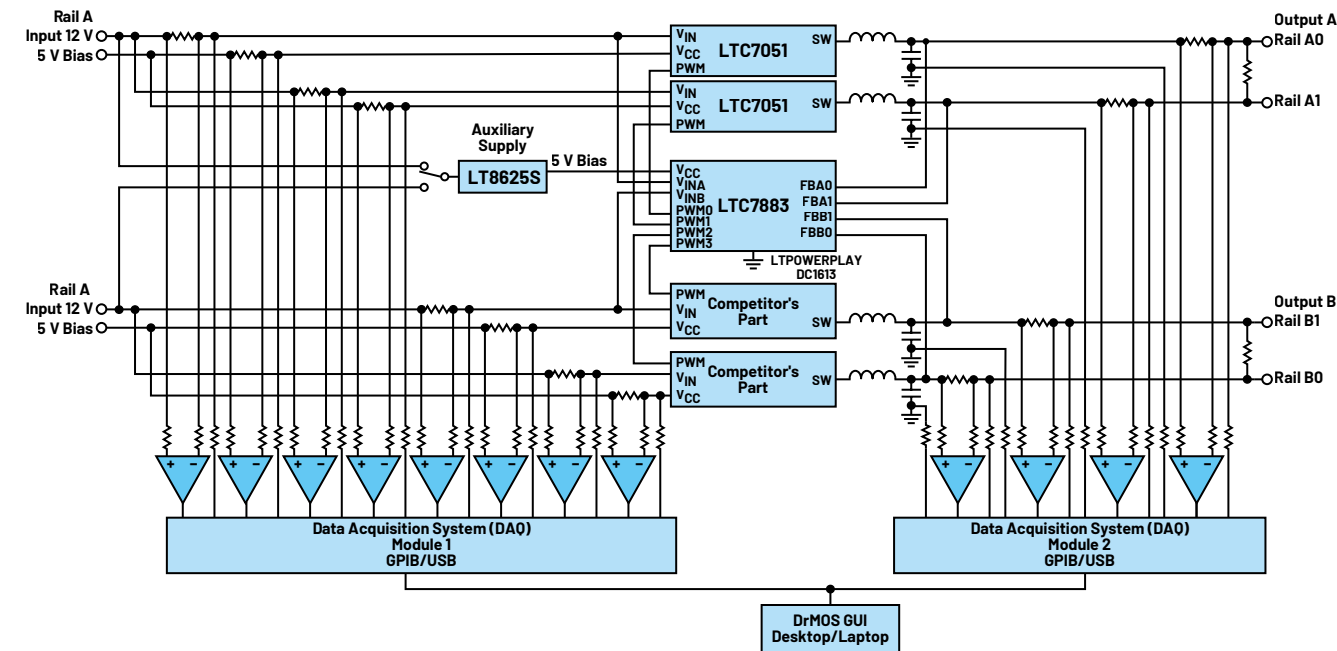

图2 分析演示板框图
- ▶ 一个PWM控制器，它能在宽范围的输入和输出电压及开关频率下运行。在此应用中，控制器是LTC7883，它是一款四路输出多相降压DC-DC电压模式控制器，如图2所示。